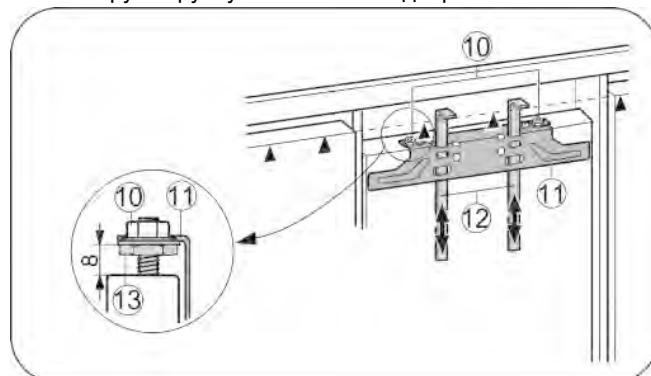

Fig. 25
- ▶ Монтажные приспособления Fig. 25 (12) сдвиньте вверх на высоту мебельной дверцы. Нижняя упорная кромка ▲ монтажного приспособления = верхней кромке подлежащей установке мебельной дверцы.
- Открутите крепежную поперечину Fig. 25 (11) с помощью контргаек Fig. 25 (10).